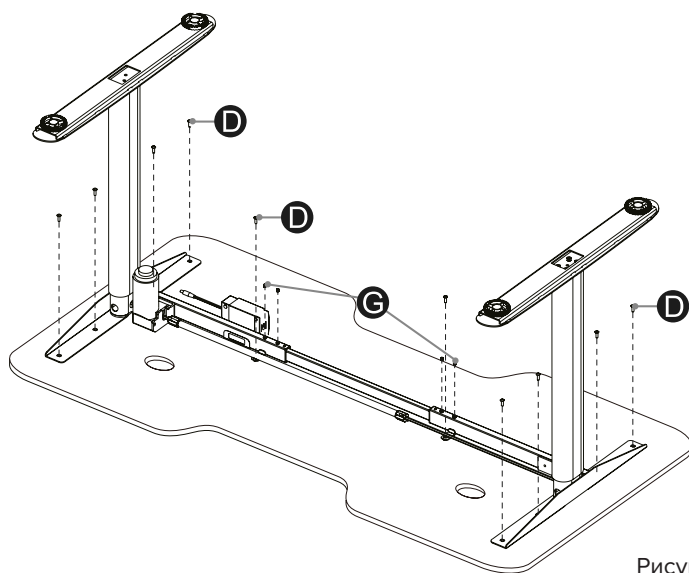

Рисунок 2
2. Второй способ ориентирован на мастеров, у которых рабочая рука правая (рисунок 4). В этом случае установить раму стола нужно зеркально и использовать другие отверстия для крепления столешницы. Пульт должен быть установлен со стороны двигателя - справа, а кабель-менеджмент на струбине - слева (рисунок 2).